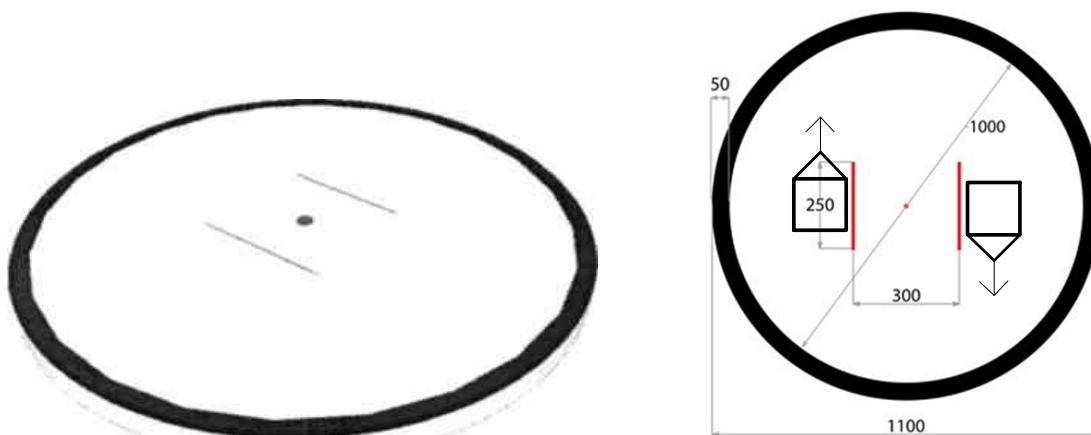

Рис. 4. Игровое поле
- 1.1. Белый круг диаметром 1 м с чёрной каёмкой толщиной в 5 см (см. рис. 4).